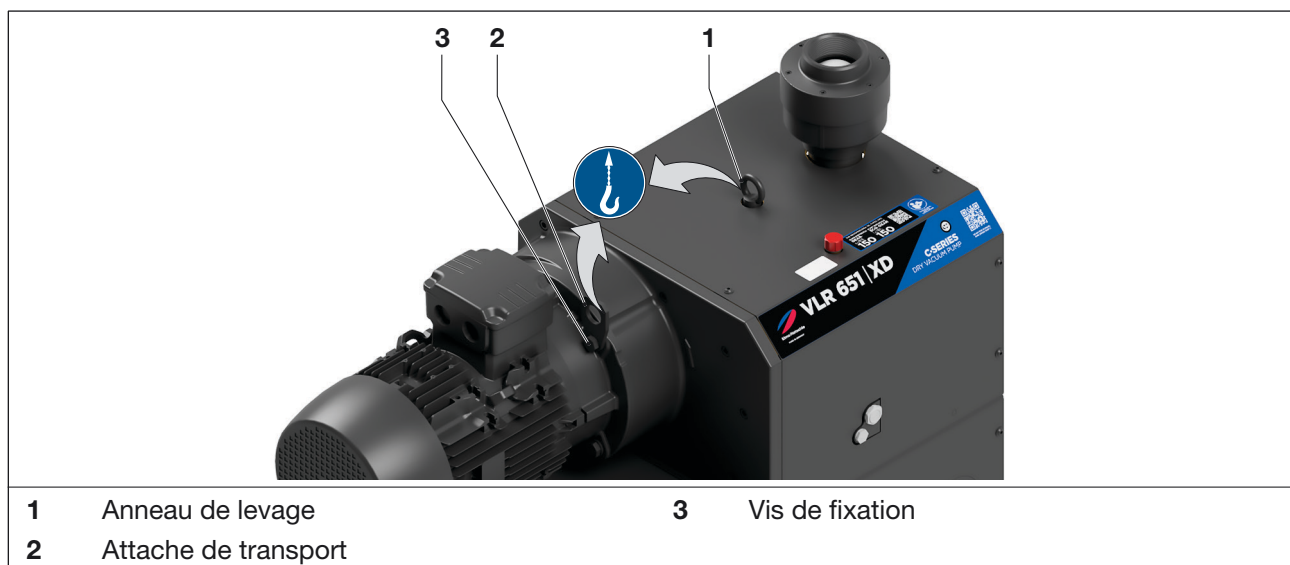

Fig. 1 Moyen de levage de la charge pour le levage et le transport
- b) Serrez l'anneau de levage (Fig. 1/1) et la vis de fixation (Fig. 1/3) sur l'attache de transport (Fig. 1/2).